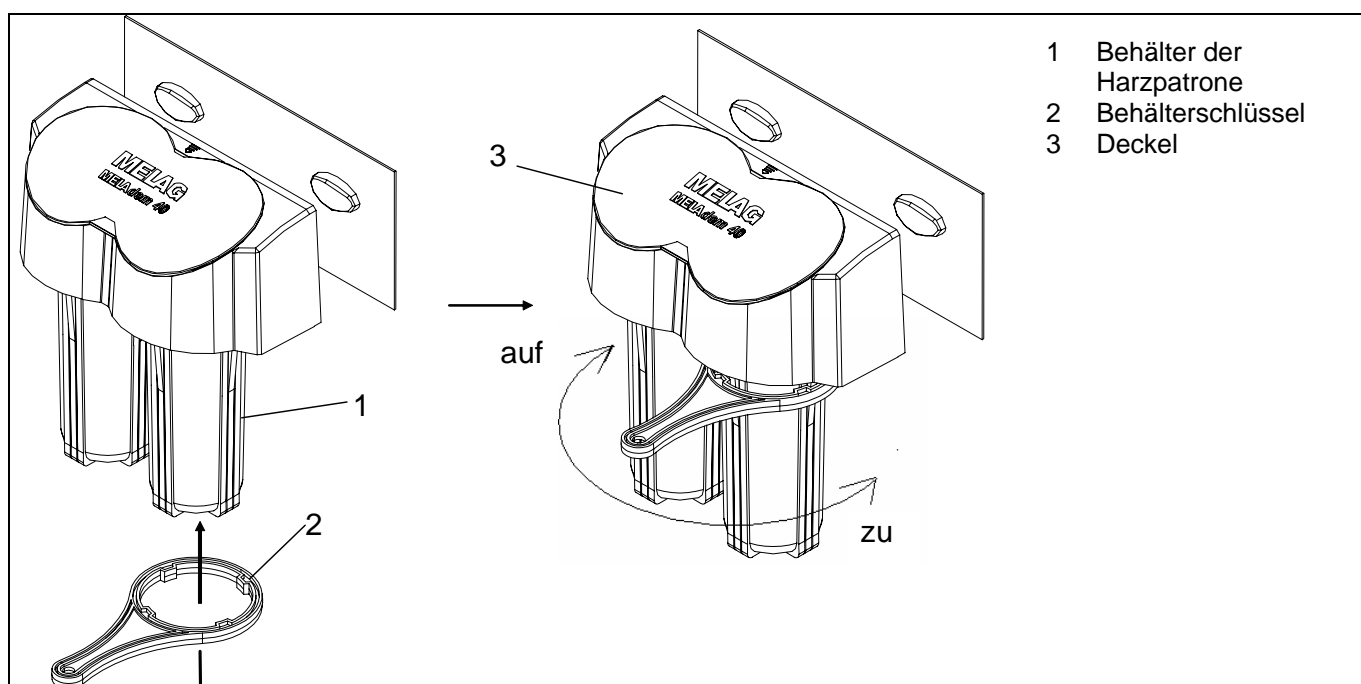

Abbildung 18: Verwendung des Behälterschlüssels
- Stecken Sie den Schlüssel von unten über die Filtergehäuse, ziehen Sie den Schlüssel ganz nach oben und lassen ihn einrasten. Öffnen Sie die Behälter der Harzpatronen nacheinander durch Drehung des Schlüssels (von oben gesehen) im Uhrzeigersinn (siehe *Abbildung 18*). Sobald sich die Behälter der Harzpatronen leichtgängig drehen lassen, führen sie die letzten Rotationen mit der Hand aus.